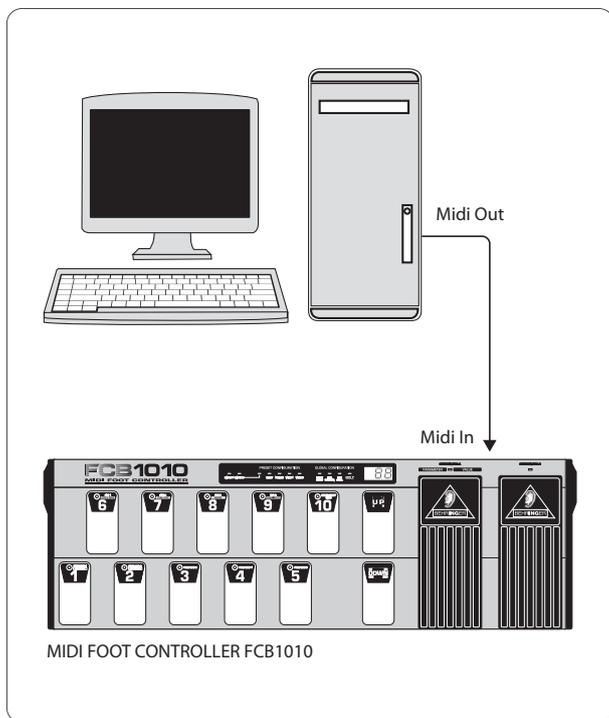

Fig. 2.6 : Réception de Dumps SysEx
- Reliez la sortie MIDI (MIDI OUT) de votre séquenceur ou ordinateur avec l'entrée MIDI IN du FCB1010 (voir Fig. 2.6).